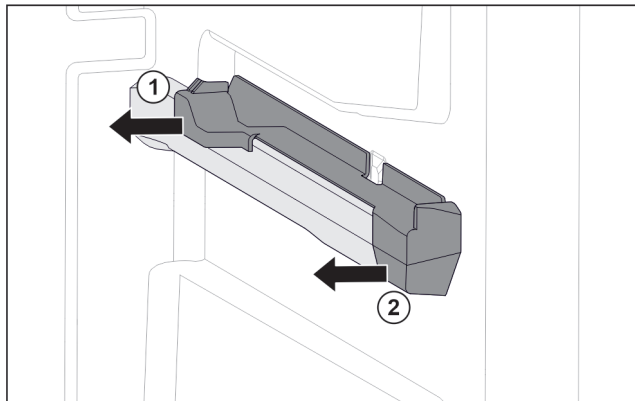

Fig. 114 Element nasadzany na prawym żebrze pojemnika
- Odciągnąć element nasadzany z tyłu w bok. Fig. 114 (1)
- Odciągnąć element nasadzany z przodu w bok. Fig. 114 (2)